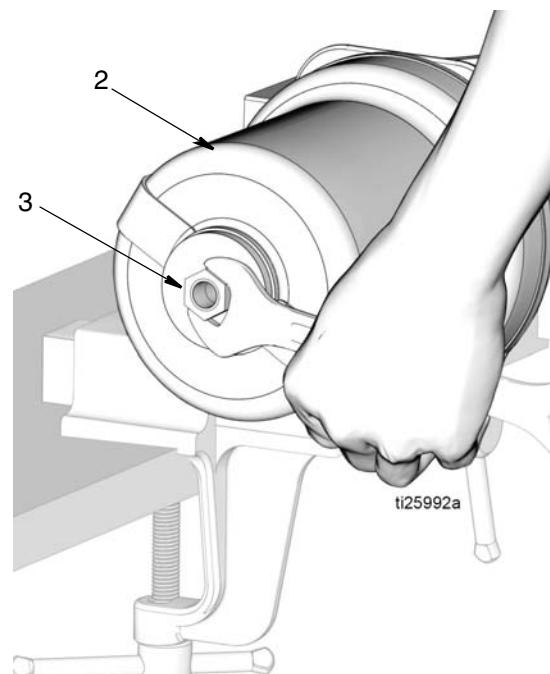

图 16
12. 从气缸（2）的顶部拆下活塞防松螺母（3）（图 16）。